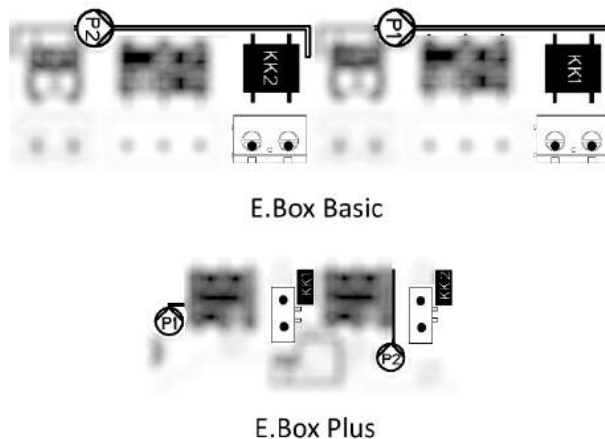

Figure 21 : Entrées protection thermique KK
- **Protection thermique des moteurs** : le dispositif comprend une entrée pour la protection thermique de chaque moteur. Si le moteur utilisé comprend une protection thermique, celle-ci peut être connectée aux bornes KK. Si le moteur ne comprend pas cette protection, un pont doit être créé sur les bornes. Les bornes sont visibles à la Figure 21.